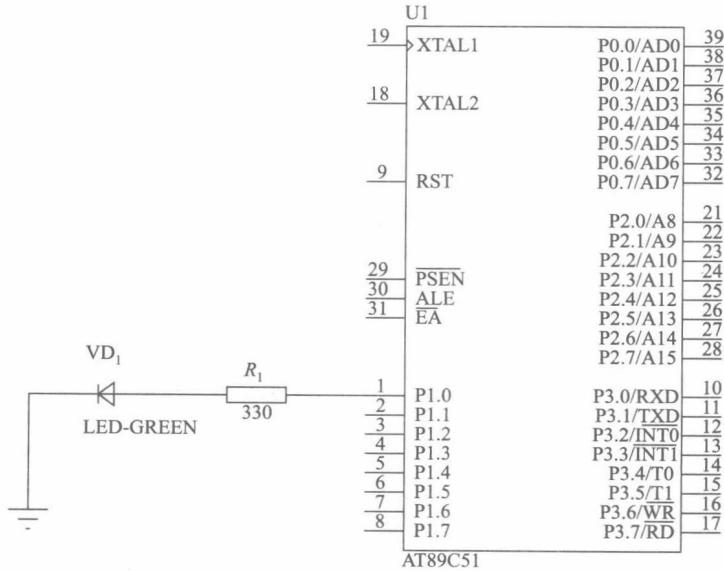

图 1-15 连接电路
④ 电路连线。选择工具箱中的“元件模式”工具，在此模式下可以进行电路连接。单击鼠标左键选择连接的端点，拖拽到另一个端点，再单击左键即可。将 R_1 和 VD_1 串联， VD_1 的阳极经电阻接 AT89C51 的 P1.0 端子， VD_1 的阴极接地，连接好的仿真电路如图 1-15 所示。